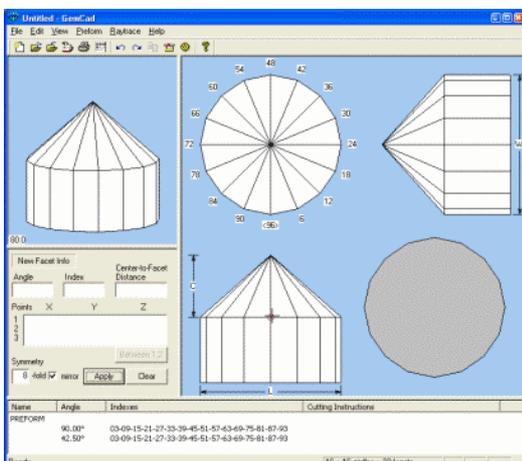

Bild 2
'Apply Butten' drücken, siehe Bild 2
9. Schritt Cursor positionieren wie in Bild 2, linke Maustaste drücken